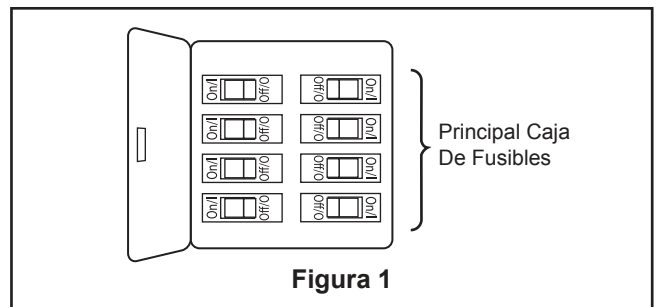

Figura 1
- 1. Restaure la fuente de alimentación de la toma de corriente enciendiendo la electricidad del fusible principal. (Figura 1)